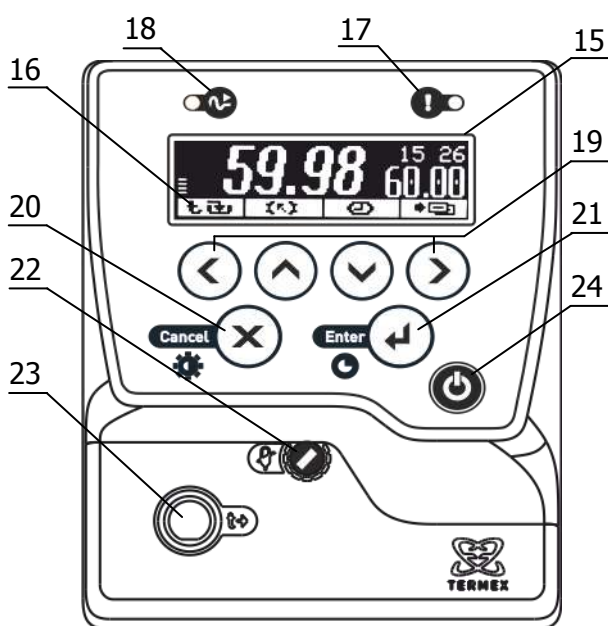

Рисунок 2 – Лицевая панель
Система безопасности блока регулирования отключает двигатель насоса и нагреватель при срабатывании хотя бы одной из защит или неисправности датчика температуры (1.2.13). При срабатывании системы безопасности раздается звуковой сигнал, загорается индикатор 17 (рисунок 2) и на дисплей 15 выводится информация о причине неисправности.
2.3.1 После подключения сетевого кабеля к электрической сети блок регулирования переходит в режим ожидания. Подключение сопровождается кратковременной подсветкой дисплея 15 (рисунок 2).
2.3.6 Для регулировки яркости подсветки или контраста дисплея нажать кнопку 20 (✕), выбрать изменяемый параметр кнопками (▲) и (▼) и установить его значение кнопками (◀) и (▶). Зафиксировать изменение нажатием кнопки 21 (↩) (рисунок 2).
2.5.6 Для выбора уставки в качестве текущей кнопками () и () подвести к ней указатель. Значение отмеченной указателем уставки дублируется крупными цифрами в правой части дисплея. Для подтверждения выбора отмеченной уставки нажать кнопку 21 (). Для отмены выбора нажать кнопку 20 () (рисунок 2).
2.5.7 Для изменения численного значения отмеченной указателем уставки нажать кнопку (►). На рамке, обрамляющей значение уставки в правой части дисплея, появятся “засечки”, указывающие на изменяемую позицию в численном значении. Цифра в отмеченной позиции мигает. Нажатиями кнопок (▲) и (▼) установить требуемую цифру в отмеченной позиции. Если удерживать кнопку нажатой, значение уставки будет изменяться непрерывно. Нажатиями кнопок (◀) и (▶) переместить отметку изменяемой позиции. Дискретность изменения значения уставки зависит от положения изменяемой позиции: если отмечена позиция десятков, то при единичном нажатии кнопки (▲) или (▼) значение уставки изменится на 10 °C. Если отмечена позиция десятых долей, то значение уставки изменится на 0.1 °C соответственно. Закончить ввод нового значения уставки нажатием кнопки 21 (↵). Для возврата к значению уставки до ее изменения нажать кнопку 20 (X) (рисунок 2).
2.6.3 При срабатывании защиты раздается звуковой сигнал и загорается красный индикатор срабатывания системы безопасности 17 (рисунок 2). Работа насоса и нагревателя будет заблокирована. На дисплее отобразится текущее состояние системы защит.
2.6.5 После устранения причины срабатывания защиты или ее отключения кнопкой (►) индикатор 17 (рисунок 2) погаснет. Перевести блок регулирования в рабочий режим нажатием кнопки 21 (↵).